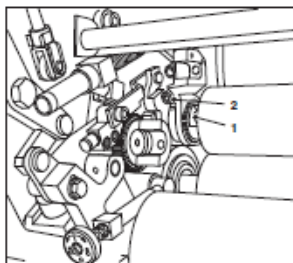

図 9 水霧けローラの取り外し
1. 保水ローフ R に対する駆動側と操作側の調整ネジ (図 9/2) を左に 2 回転して、水霧けローフ 16 を保水ローフ R から離します。
2. 操作側のジャーナルのネジ (図 9/1) を緩めて取り外します。